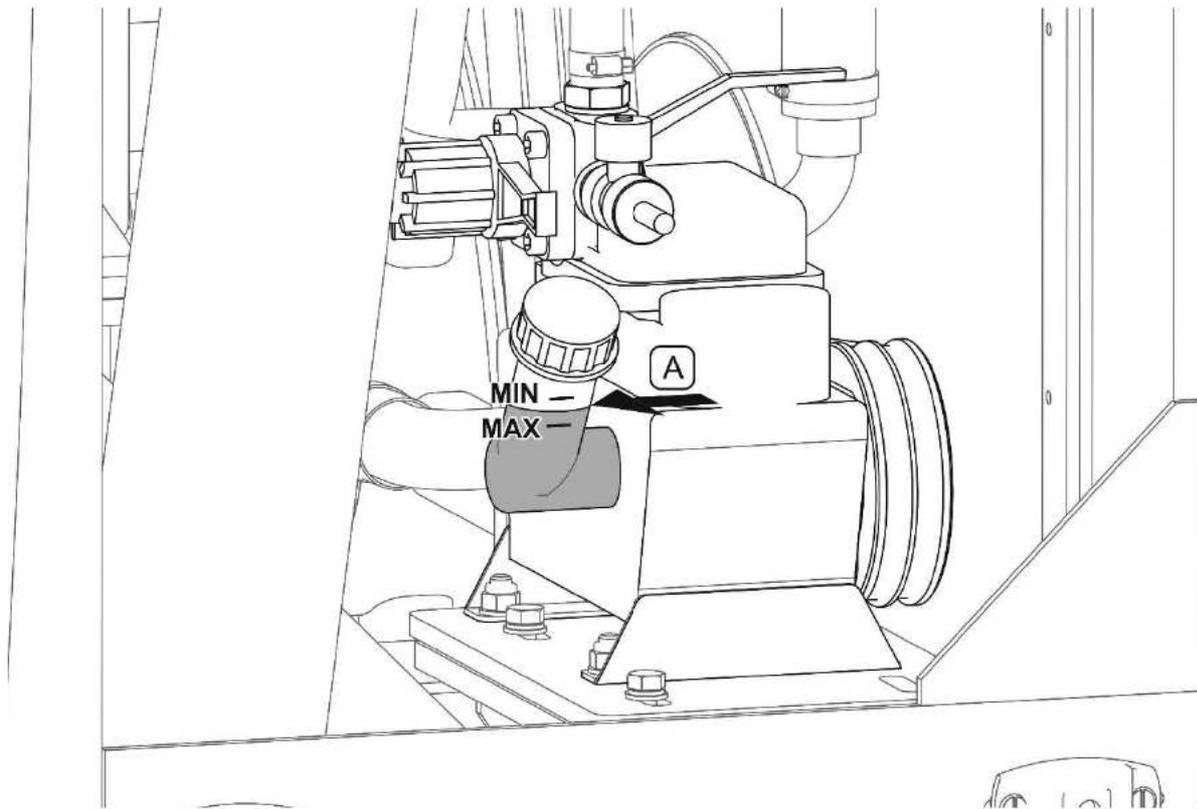

ABB. 5.23 Öltank der Wasserpumpe
Der Ölstand in der Wasserpumpe muss regelmäßig kontrolliert werden. Bei abgeschalteter Maschine muss sich der Ölstand (A) zwischen der Markierung „min“ und „max“ am Einfüllstutzen befinden (ABB. 5.23).